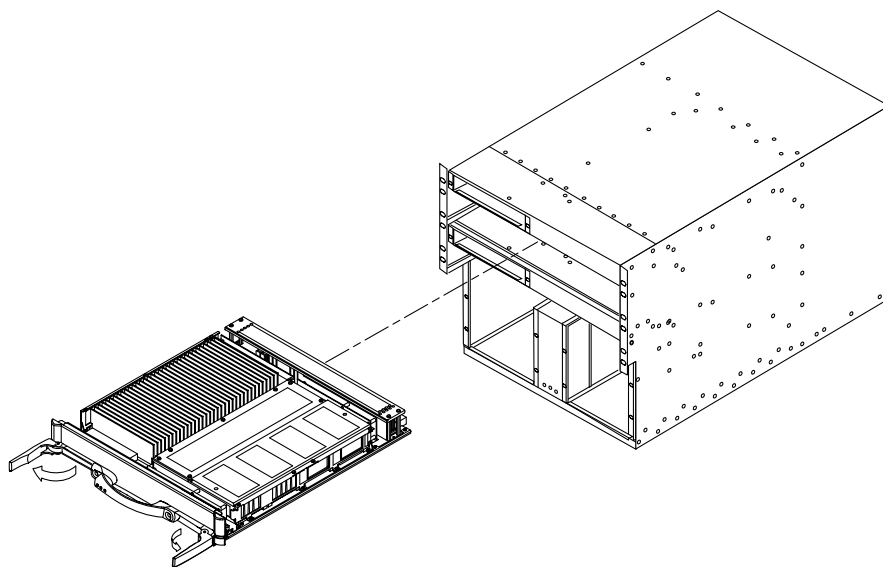

図 8-8 CPU/メモリーボードの取り外しまたは取り付け — Sun Fire 3800 システム
- Sun Fire 3800 システムでは、一方の手でハンドルを持ち、もう一方の手でボードの下部を支えながら、ボードをスライドさせてスロットから取り外します (図 8-8)。